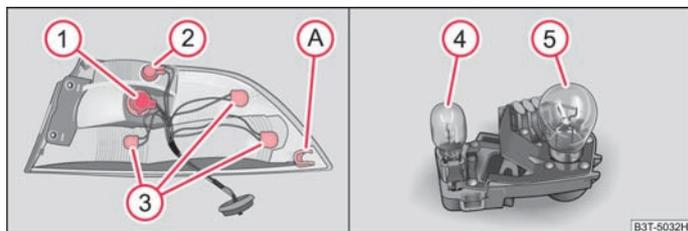

Abb. 220 Äußerer Teil der Heckleuchteneinheit: Lampen / innerer Teil der Heckleuchteneinheit: Lampen
- Zum Wiedereinbau führen Sie zuerst die Heckleuchteneinheit mit der Aufnahme A ⇒ Abb. 220 nach vorn auf einen Bolzen an der Karosserie.
- Zum Wechseln einer Lampe des Rückfahrscheinwerfers ④ → Abb. 220 ziehen Sie die defekte Lampe aus der Fassung heraus und setzen Sie eine neue ein.
- Zum Wechseln der Lampe der Nebelschlussleuchte ⑤ → Abb. 220 drehen Sie die defekte Lampe bis zum Anschlag nach links und nehmen Sie diese heraus.
Einbauanlage der Lampen in der äußeren Heckleuchteneinheit → Abb. 220 - links.
- ① - Blinklicht
- ② - Standlicht / Bremslicht
- ③ - Standlicht
■ Einbauanlage der Lampen in der inneren Heckleuchteneinheit → Abb. 220 rechts.
- ④ - Rückfahrscheinwerfer
- ⑤ - Nebelschlussleuchte